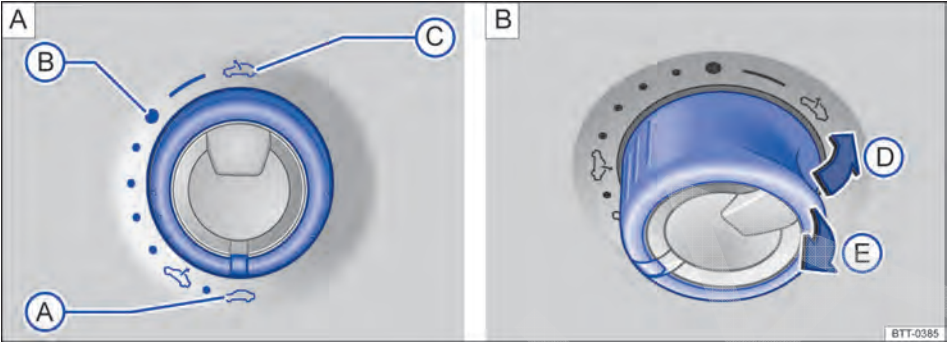
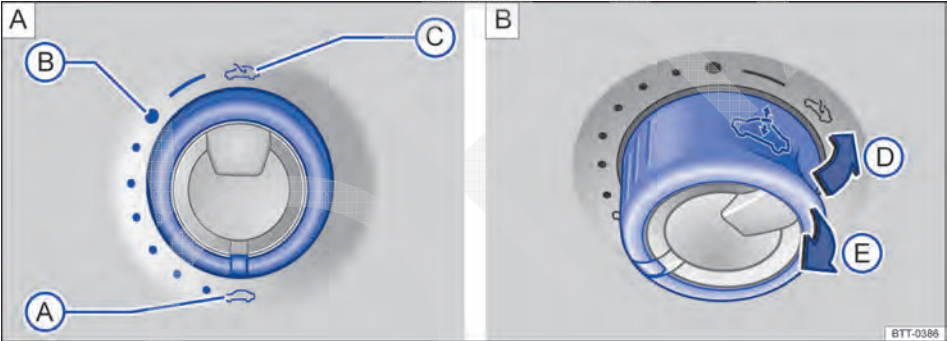

Fig. 40 No revestimento do teto: interruptor para levantamento, abertura ou fechamento do teto solar (variante 1).
Fig. 41 No revestimento do teto: interruptor para levantamento, abertura ou fechamento do teto solar (variante 2).
Para o levantamento do teto solar, o interruptor deve se encontrar na posição de base ⇒ **Fig. 40 A**  ou ⇒ **Fig. 41 A** .
⇒ Fig. 40 A ou ⇒ Fig. 41 A
⇒ Fig. 40 B ou ⇒ Fig. 41 B
- Girar o interruptor para a posição “Fechado” $\Rightarrow$ Fig. 40 A  ou $\Rightarrow$ Fig. 41 A .
- Dentro de aproximadamente 5 segundos após a liberação do limitador de força, puxar o interruptor o tempo necessário para trás no sentido da seta $\Rightarrow$ Fig. 40 B  ou $\Rightarrow$ Fig. 41 B , até que o teto solar esteja completamente fechado.